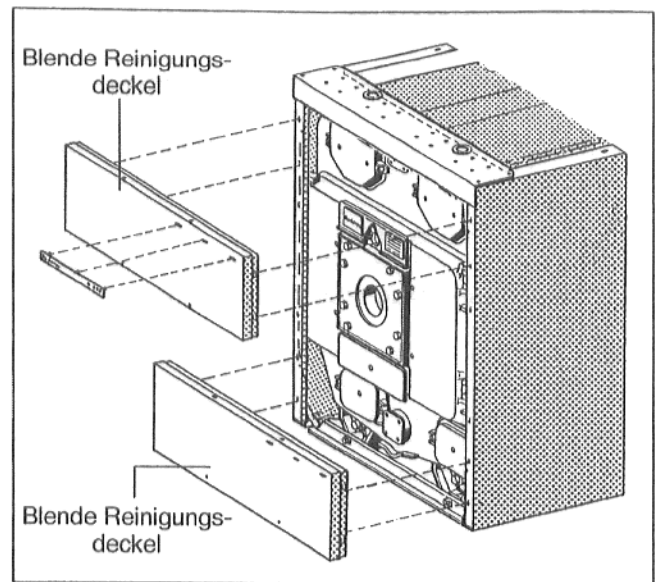

Abb. 47
- Blenden der Reinigungsdeckel vorn oben und unten (Abb. 47) mit den abgekanteten Haken in die Schlitzte der Seitenwände einhängen.